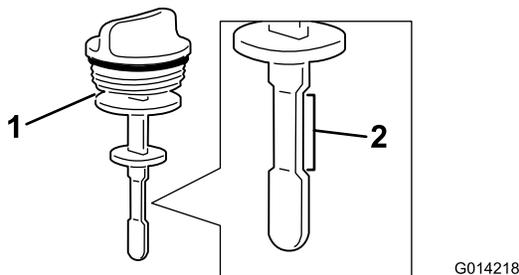

Figura 59
5. Estraete l'asta di livello dal collo del bocchettone e controllate il livello del fluido. Il livello del fluido deve essere compreso tra l'intervallo di sicurezza operativa sull'asta di livello (Figura 59).